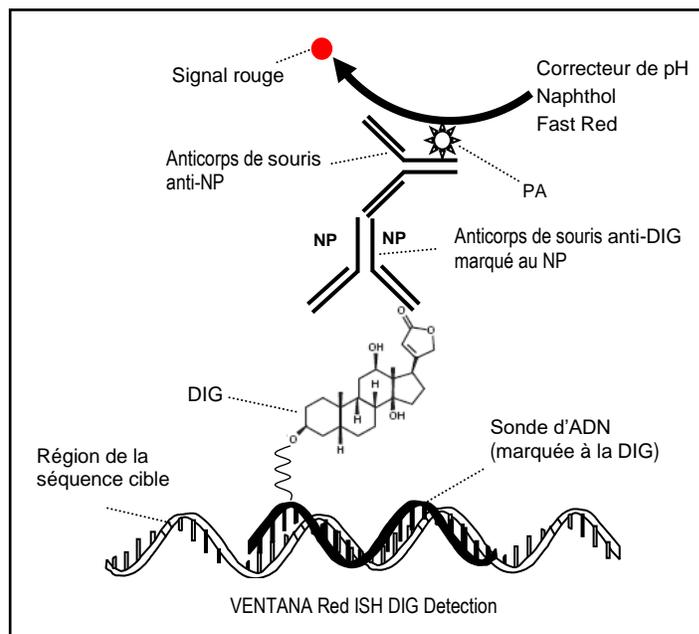

Figure 1. Réaction du système VENTANA Red ISH DIG.
Le VENTANA Red ISH DIG Detection Kit permet la détection des sondes marquées à la digoxigénine (DIG) liées à une séquence d'acide nucléique dans les coupes de tissus fixés au formol et inclus en paraffine (FFPE). Ce kit de détection comprend les distributeurs suivants : anticorps primaire anti-DIG de souris marqué au nitroprazole (NP), anticorps secondaire anti-NP de souris conjugué à la phosphatase alcaline (PA), pH Enhancer, Naphthol et Fast Red. Après développement du signal de SISH, la lame est incubée avec l'anticorps primaire anti-DIG de souris marqué au NP, qui se lie à l'haptène DIG sur la sonde. L'anticorps primaire antihaptène est détecté à l'aide de l'anticorps de souris anti-NP conjugué à l'enzyme PA. La lame est incubée avec la solution de pH Enhancer qui contient les sels nécessaires aux concentrations appropriées et qui est tamponnée au pH adéquat pour assurer une activité optimale de l'enzyme PA. Du phosphate de naphthol est ensuite appliqué, lequel sert de substrat à l'enzyme PA (la PA déphosphoryle le naphthol). Le Fast Red, qui est ensuite ajouté à la lame, s'associe avec le naphthol déphosphorylé pour former un précipité rouge facilement visible en microscopie optique. La figure 1 illustre la réaction de Red ISH DIG. L'échantillon est ensuite contre-coloré à l'Hématoxylin II pour l'interprétation par microscopie optique.
Pour en savoir plus sur l'utilisation de l'appareil, consulter le guide d'utilisation approprié. Figure 1 illustre la méthode de détection indirecte.